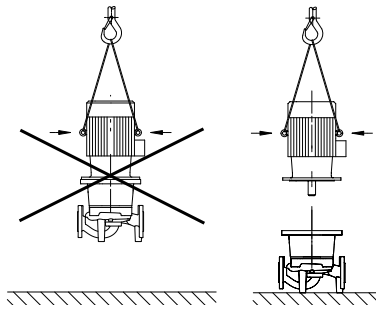

fig. 16: Lyftning av motorn
- Använd motorns lyftöglor endast för att lyfta motorns vikt, inte för hela pumpen (fig. 16).